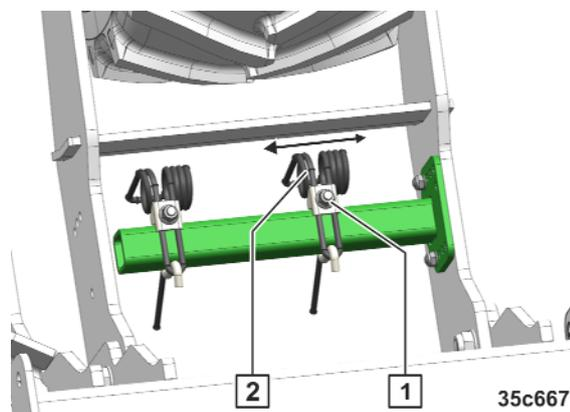

Fig. 200
1. Desserrer l'écrou (Fig. 200/1).
2. Mettre le bras du recouvreur (Fig. 200/2) dans la position souhaitée.